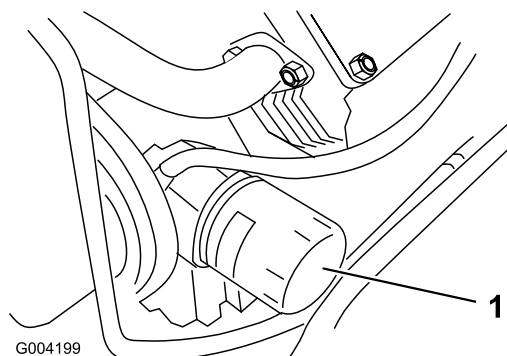

Figura 32
- Togliere il filtro usato (Figura 32) e pulire la superficie della guarnizione dell'adattatore del filtro.